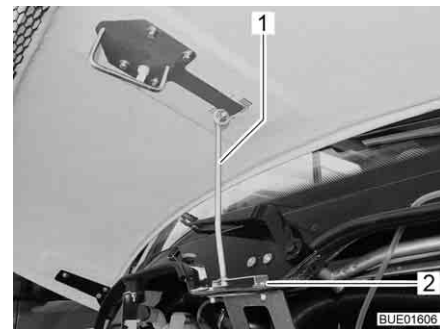

Fig. 42 Appui capot moteur (Viseo)
- Déplier l'appui (Fig. 42, 1) et l'accrocher dans le support (Fig. 42, 2).